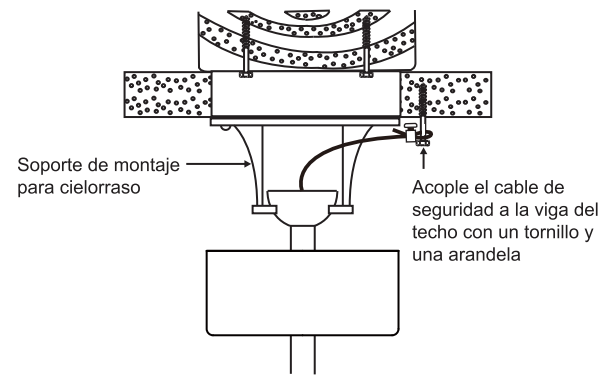

Fig. 11
Paso 1. Inserte el tirafondo y arandelas proporcionados en el colgante de viga junto al soporte de montaje, pero no ajuste. (**Fig. 11**)